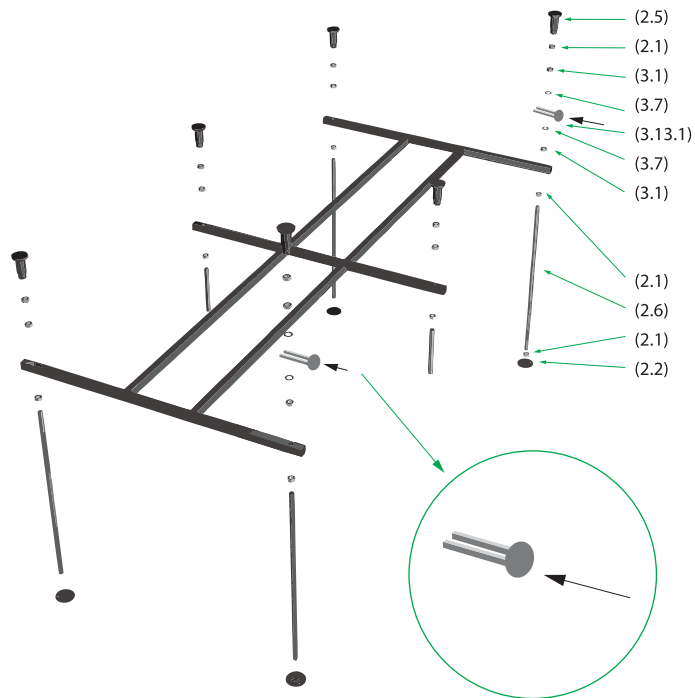

Рис. 2
3. Установить по углам каркаса шпильки M12 560 мм (2.6) с предварительно накрученными верхними опорами (2.2), а также установить шпильки M12 200 мм (2.4) в центре каркаса. Каждую шпильку закрепить на каркасе двумя гайками (2.1) (рис. 2);